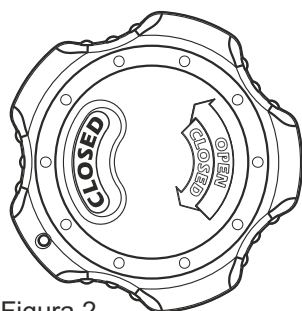

Figura 2
9.3 Montar el escudo exterior con el visor permitiendo la lectura "CLOSED", figura 2.